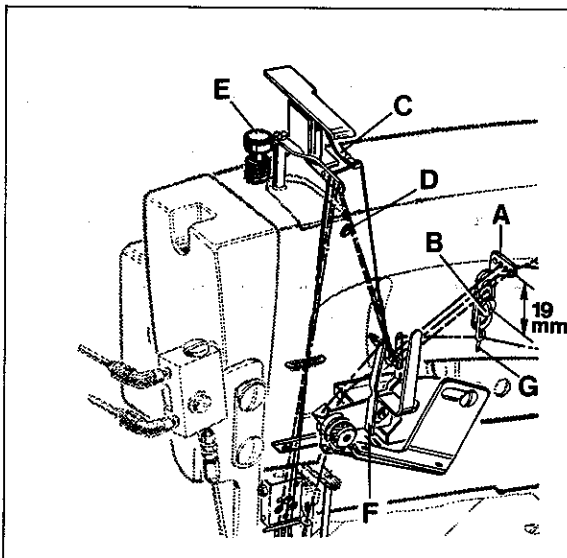

Fig.6
Set the frame eyelet (A, Fig. 6) 19 mm (3/4 in.) above the center of mounting screw (B). Lower it for more needle thread, raise it for less needle thread in the stitch.
Set the height of top cover thread pull-off eyelet (F, Fig. 6) to have pulled-off just sufficient thread for an exact stitch formation. Raise the pull-off eyelet for a looser top cover thread and lower it for a tighter top cover thread.
Set eyelet (G, Fig. 6) so that the top cover thread forms a horizontal straight line between eyelet (G) and pull-off eyelet (F).
The pressure on the presser foot should be just as strong as to feed the fabric to be sewn uniformly. The pressure exerted by the presser spring should be slightly stronger than the pressure exerted by the spring(s) for the presser foot yielding section(s). The regulator (E, Fig. 6) is located left on the top of the machine arm. Turning it clockwise increases the pressure, turning counterclockwise acts the reverse.
Stellen Sie die Fadenführung am Gehäuse (A, Fig. 6) 19 mm hoch zur Mitte der Befestigungsschraube (B) ein. Tieferstellen ergibt mehr, höherstellen weniger Nadelfäden in der Naht.
Stellen Sie die Oberlegfaden-Abzugsführung (F, Fig. 6) in der Höhe so ein, daß gerade soviel Faden abgezogen wird, wie zur Bildung einer exakten Naht benötigt wird. Höherstellen der Abzugsführung ergibt einen loseren und tieferstellen einen straffer angezogenen Oberlegfaden.
Montieren Sie die Führung (G, Fig. 6) am Gehäuse so, daß der Oberlegfaden zwischen Führung (G) und Abzugsführung (F) eine waagerechte, gerade Linie bildet.
Die Stellschraube (E, Fig. 6) befindet sich links oben auf dem Maschinenarm. Drehen im Uhrzeigersinn verstärkt den Druck, drehen im Gegenuhrzeigersinn verringert ihn.